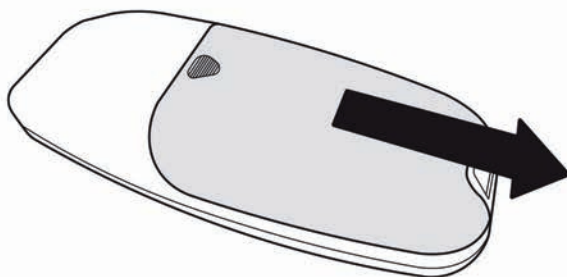

Fig. 15
Om de elektrische installatie te voltooiën, bevestigt u de datakabel (4) tussen de relevante poorten (Fig.15.DAT) in de elektronische regeleenheden (2). Zorg ervoor dat deze stevig op zijn plaats zit.